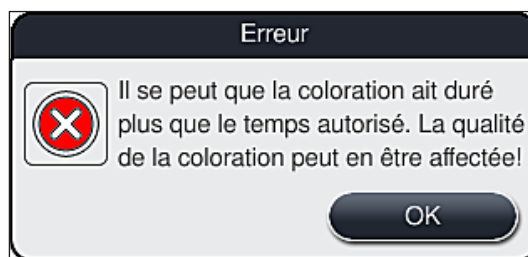

Fig. 107
1. Après avoir confirmé ce message, l'utilisateur est informé que les périodes de coloration peuvent avoir été dépassées, c.-à.-d. que certains supports de lames ont passé trop de temps dans un réactif dans certaines circonstances ou dans une station critique, ce qui peut altérer la qualité de coloration. Confirmer ce message d'information (→ "Fig. 107") en appuyant sur la touche **OK** pour reprendre le processus.